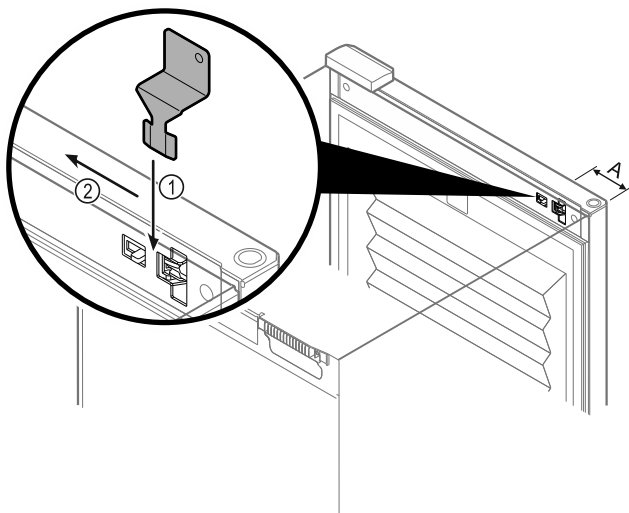

Fig. 136
- Расположите ключ для аварийной разблокировки в заданном месте Fig. 136 (A) \approx 100 мм.
- Вставьте ключ для аварийной разблокировки Fig. 136 (1) между дверью и корпусом устройства сверху и до упора.
- Потяните ключ для аварийной разблокировки в направлении шарнира. Fig. 136 (2)